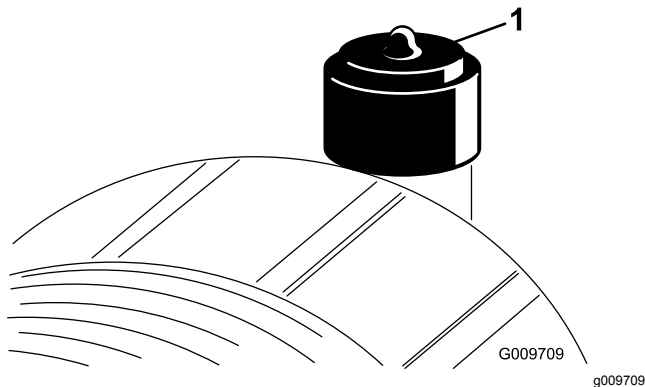

Figura 72
Faça a manutenção ao filtro de ar apenas quando o indicador de manutenção (Figura 72) o exigir. Mudar o filtro de ar antes de ser necessário apenas aumenta a possibilidade de entrar sujeira no motor quando se retira o filtro.
9. Reinicie o indicador (Figura 72) se este se apresentar vermelho.